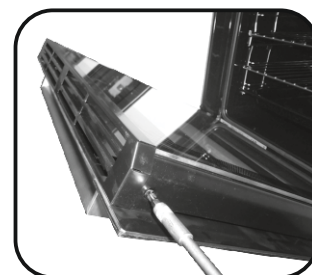

Abbildung 1
- Öffnen Sie die Tür des Backofens. (Abbildung 1)